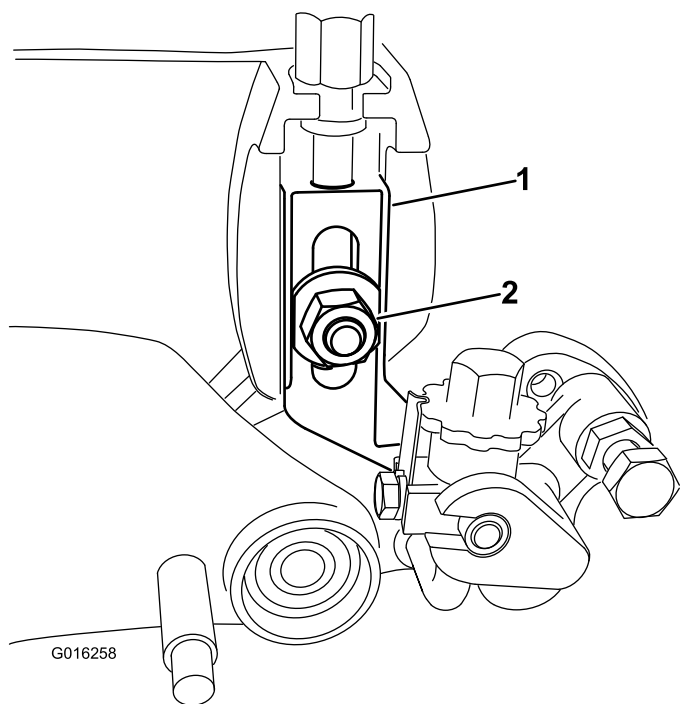

図 33
5. 各刈高アームをサイドプレートに固定しているプラウボルト、ワッシャ、ナットを外す 図 33。